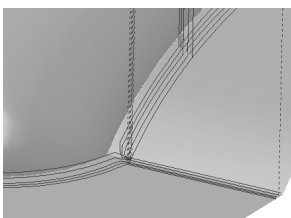
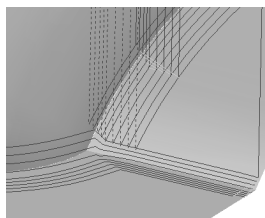

图 4-144 “重叠”值设置为 0
图 4-145 “重叠”值设置为 5
3) 重叠：某些情况下，希望清角刀具路径向零件表面间的交线以外扩展，以增加清角刀具路径的切削区域，此时可以指定一个重叠值。“重叠”选项用于指定刀具路径延拓到未加工表面边缘外的延伸量。设置为 0 时，刀具路径不做延伸，如图 4-144 所示。图 4-145 所示为“重叠”值设置为 5 的情况。